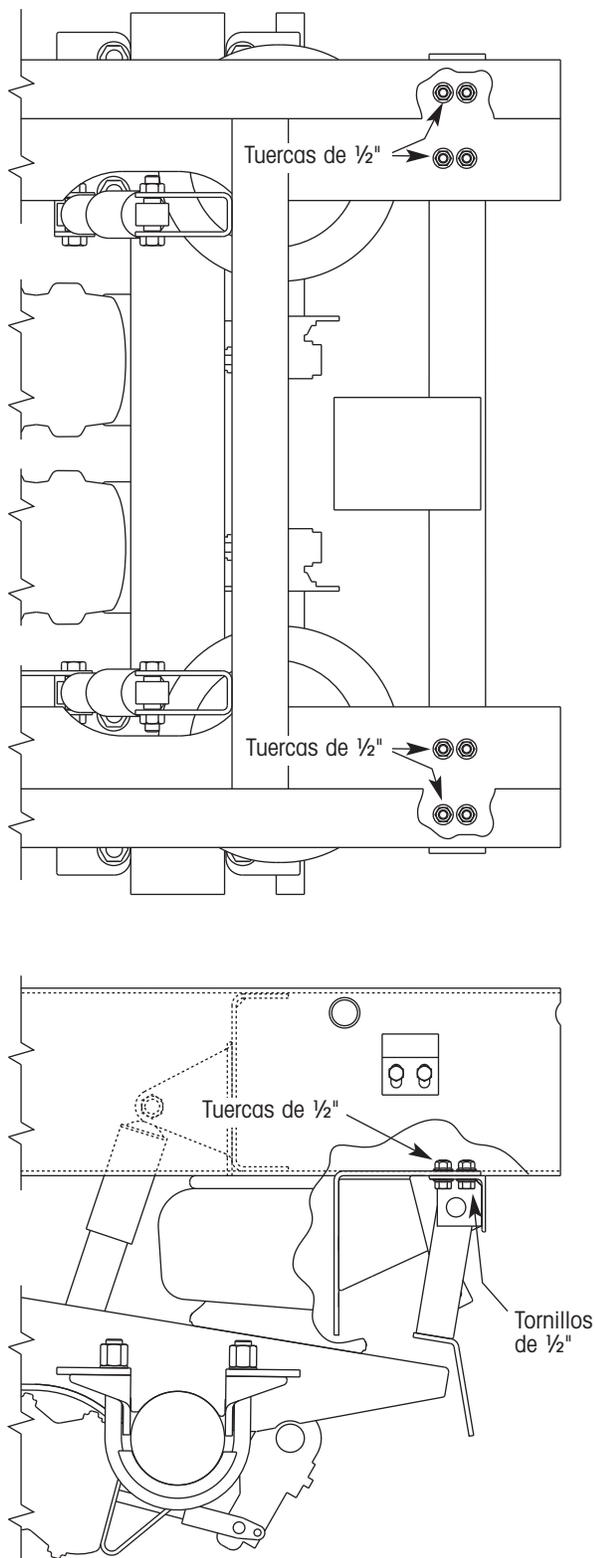

Figura 51. Detalles del ensamble del brazo del kit SLKB
- Atornille el ensamble del brazo del SURELOK al lado inferior del cuadro deslizante con las ocho tuercas y tornillos de  $\frac{1}{2}$  pulg. proporcionadas en el kit de instalación. Instale los tornillos de tal manera que la cabeza hexagonal este en el soporte de montaje del SURELOK y las tuercas estén en el patín del cuadro deslizante (figura 51). Apriete las tuercas a un torque de 90 a 110 pie lbs. (122 a 149 N•m).